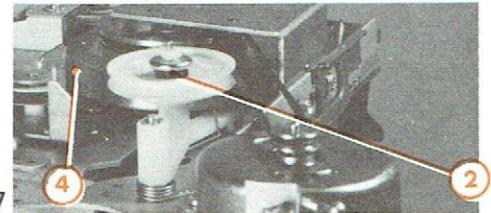

Fig. 7
- 2° - Tirer la rondelle nylon (8).
- 3° - Enlever les vis (10) et (11) puis le palier inférieur (13).
- 4° - Dégager la courroie d'entraînement (12).
- 5° - Enlever l'anneau d'arrêt (1).
- 6° - Déposer la poulie intermédiaire (2), le volant (4), le ressort à épingle (3) et la rondelle nylon (5).
- a) - placer la partie (A) du ressort (3) en butée contre l'ergot (6) de la platine (9)
- b) - placer le volant (4) et la roue intermédiaire (2) comme indiqué à la figure 7.
- c) - libérer la partie (A) du ressort (3) de l'ergot (6).
- 7° - Après remontage procéder au réglage du jeu axial du volant (4) (voir chapitre IV CONTROLES ET REGLAGES MECANQUES).